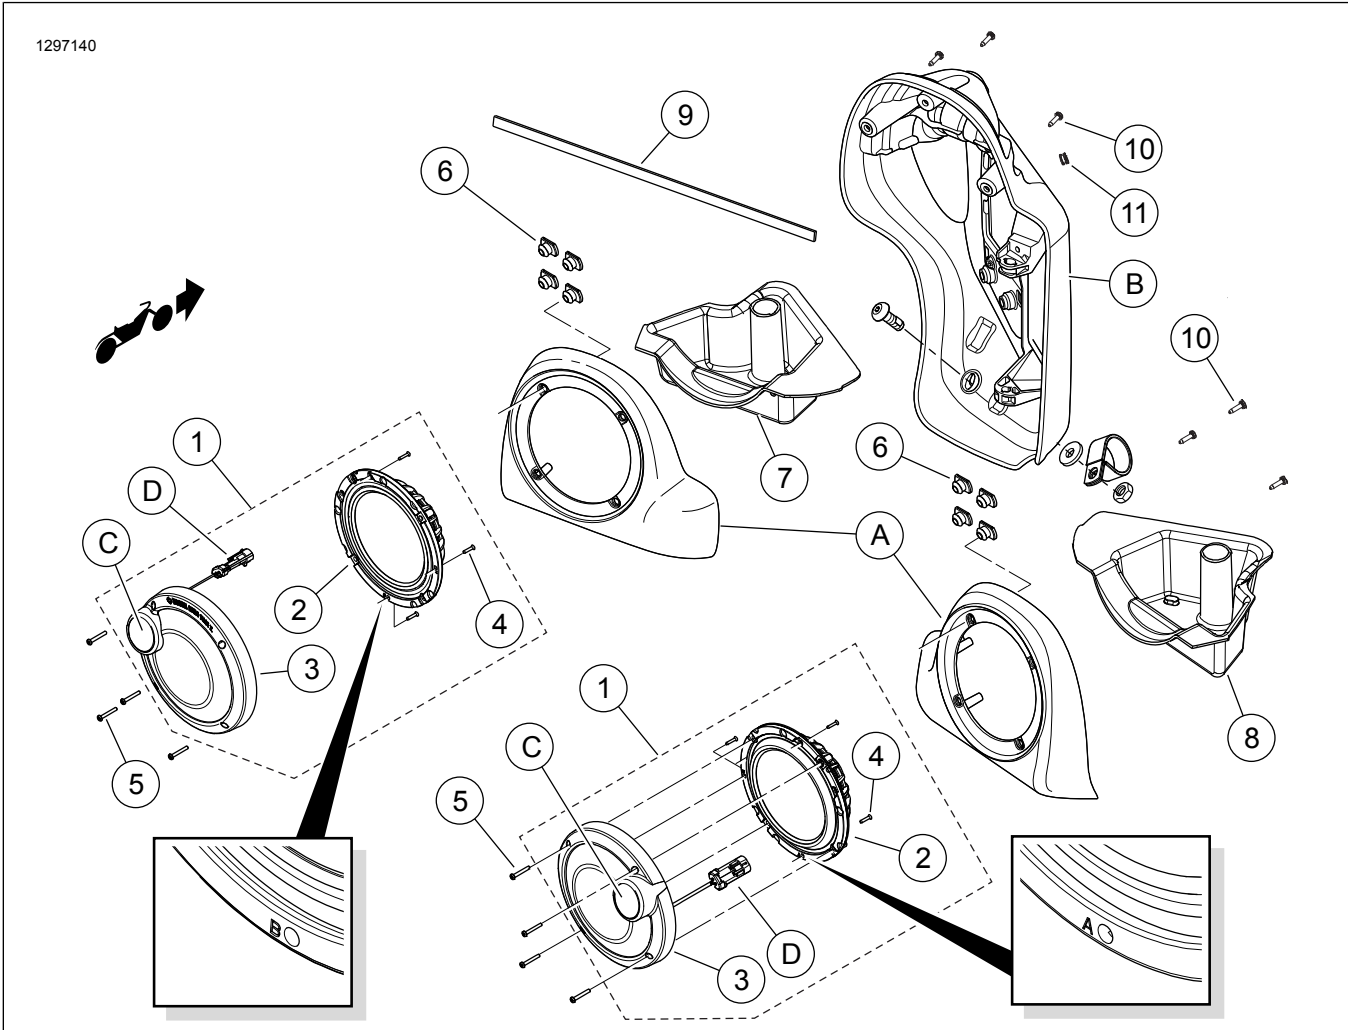

Figure 12. Mga Pamalit na Piyesa, Kit ng Boom! Audio Stage II Na Speaker Sa Fairing Lower
18. Tingnan ang Figure 12 . Ihiwalay ang split grommet (11). Ikabit ang grommet sa paligid ng paa ng harness. Ikabit sa nai-drill na butas sa fairing.
22. Tingnan ang Figure 12 . Ikabit ang mga pangkonektang wire ng speaker sa loob ng lalagyan ng speaker papunta sa mga spade terminal sa likod ng **bagong** woofer. Ang magkakaibang sukat ng mga spade contact ay pumipigil sa hindi wastong pag-assemble.
23. Ikonekta ang two-way na pangkonekta ng audio sa amplifier harness papunta sa pangkonekta ng mid-range at tweeter (D).
24. Ikutin ang speaker assembly (1) nang sa gayon ay 45 degrees na naka-outboard mula sa itaas ang tweeter (C).
25. Ikabit ang speaker assembly sa lalagyan ng speaker gamit ang apat na turnilyo (5) mula sa kit.